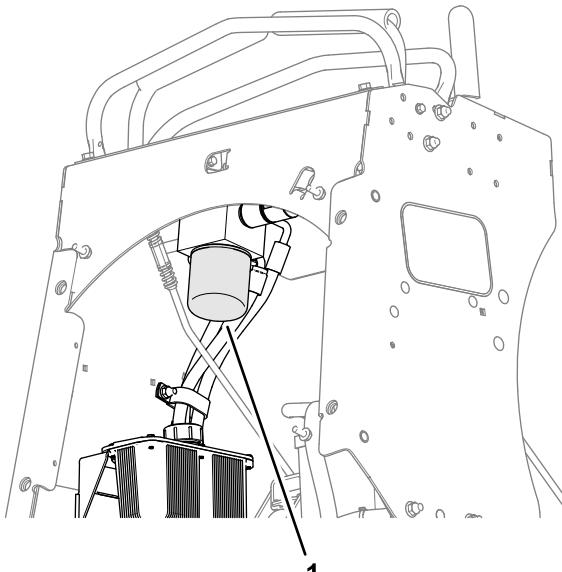

Bild 54
1. Schrauben Sie den Filter ab, entfernen Sie ihn und lassen Sie das Öl ablaufen (Bild 54).
3. Drehen Sie den Filter nach rechts, bis die Gummidichtung den Filteradapter berührt. Ziehen Sie den Filter dann um eine weitere 2/3 bis 3/4 Umdrehung fest (Bild 54).